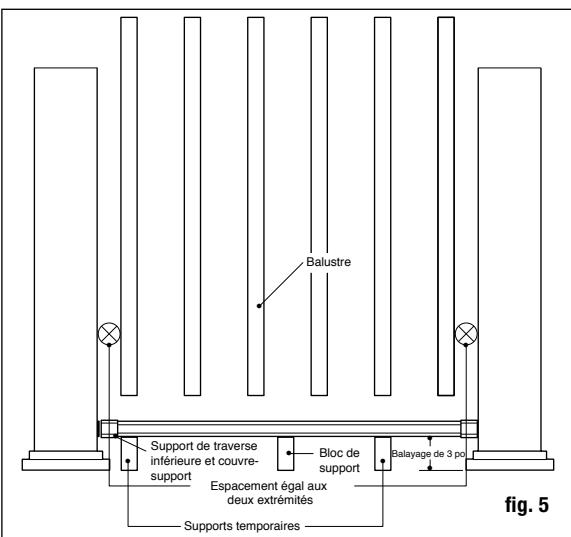

fig. 5
Step 6 Measure the distance between installed post sleeves to determine the length of the top and bottom rails. Place the bottom rail in position next to the posts and adjust so the distance between the first baluster hole and post is greater than 2" and equal on both ends (refer to fig. 5). Mark the rail. Cut the bottom rail. Cut the top rail to the same spacing and length.
Step 10 Place the line rail bracket covers and line brackets on the ends of the top rail. Position the top rail by placing the balusters inside the routed holes, while working from one end to the other. Check the rail for level. Using the line bracket as a guide, mark the screw positions on the post sleeve and rail on both ends. Pre-drill 1/8" pilot holes through the post sleeve and rail. Attach the line bracket to the post sleeve using the #8-15 x 2" - #2 square drive pan head screws and then attach line bracket to rail using #10-16 x 3/4" - #2 square drive pan head self-drilling screws (fig. 5).
Étape 6 Mesurez la distance entre les manchons de poteaux installés pour déterminer la longueur des traverses du haut et du bas. Placez la traverse inférieure en position près des poteaux et ajustez afin que la distance entre le premier trou de balustre et le poteau soit plus élevée que 5 cm (2 po), puis égale aux deux extrémités (voir la fig. 5). Marquez la traverse. Coupez la traverse du bas. Coupez la traverse du haut à la même espacement et longueur.
Étape 10 Placez les couvre-supports et support de traverse aux extrémités de la traverse supérieure. Positionnez la traverse du haut en plaçant les balustres à l'intérieur des trous fraisés, tout en travaillant d'une extrémité à l'autre. Vérifiez que la traverse est à niveau. En utilisant le support comme guide, marquez la position des vis sur le manchon de poteau et sur les deux extrémités de la traverse. Percez des trous de guidage de 1/8 po dans le manchon de poteau et la traverse. Fixez le support au manchon de poteau grâce à des vis à tête carrées n° 8-15 x 2" - n° 2, puis fixez le support à la traverse en utilisant des vis à têtes carrées autotaraudeuses n° 10-16 x 3/4" - n° 2 (fig. 5).
Paso 6 Mida la distancia entre las coberturas de poste instaladas para determinar la longitud de los barandales superior e inferior. Posicione el barandal inferior al lado de los postes y ajústelo de modo que la distancia entre el primer agujero de balaustre y el poste sea mayor a 5.1 cm (2 pulg.) e igual en ambos extremos (consulte la fig. 5). Marque el barandal. Corte el barandal inferior. Corte el barandal superior con el mismo espaciamiento y longitud.
Paso 10 Coloque las cubiertas de soportes del barandal lineal y los soportes lineales en los extremos del barandal superior. Posicione el barandal superior colocando los balaustres dentro de los orificios taladrados mientras trabaja de un extremo a otro. Revise el nivel del barandal. Usando el soporte lineal como guía, marque las posiciones de los tornillos en la cobertura del poste y en el barandal en ambos extremos. Pataladre agujeros guía de .32 cm (1/8 pulg.) a través de la cobertura de poste y del barandal. Sujete el soporte lineal a la cobertura del poste usando los tornillos cuadrados de cabeza cilíndrica #8 - 15 x 2" - #2 y luego sujeté el soporte lineal al barandal usando tornillos cuadrados autorroscantes de cabeza cilíndrica #10-16 x ¾" - #2 (fig. 5).